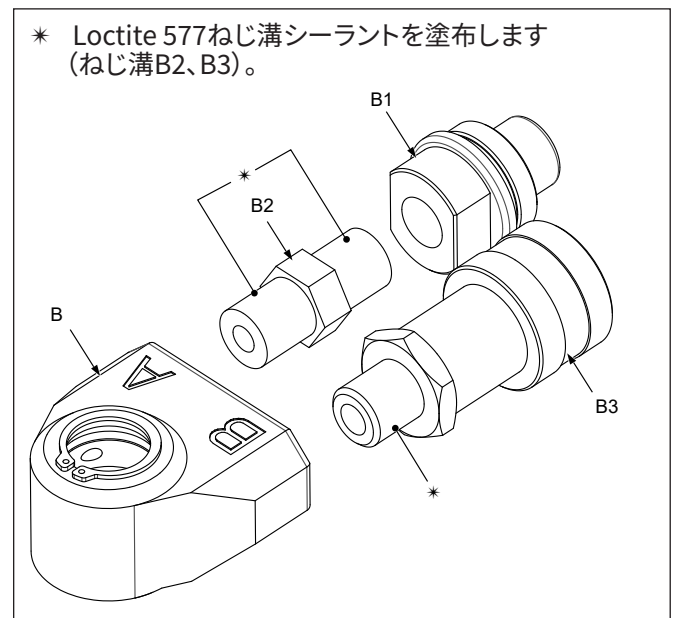

図12: スイベルアセンブリの展開図
1. Loctite 577シーラントをメスカップリング (B3) とアダプター (B2) のねじ溝に塗布します。位置については図12を参照してください。